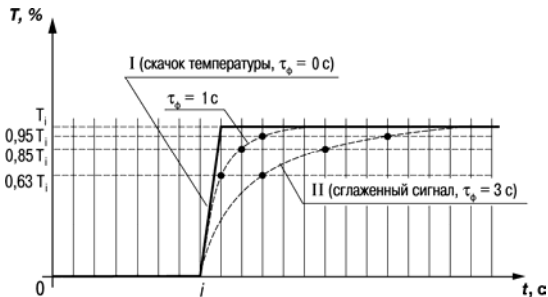

Рисунок 3.5
3.1.4.4.3 Цифровой фильтр устраняет шумовые составляющие сигнала, осуществляя его экспоненциальное сглаживание. Основной характеристикой экспоненциального фильтра является  $\tau_{\phi}$  – постоянная времени цифрового фильтра, параметр  $\bar{\tau}_{\phi} F$  – интервал, в течение которого сигнал достигает 0,63 от значения каждого измерения  $T_i$  (рисунок 3.5).